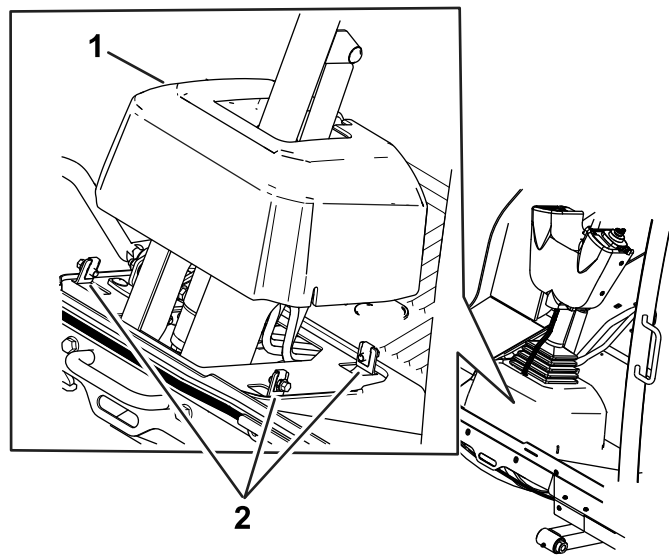

Figure 2
2. Desserrez les boulons autour de la base de la colonne de direction et élevez la base (Figure 2).